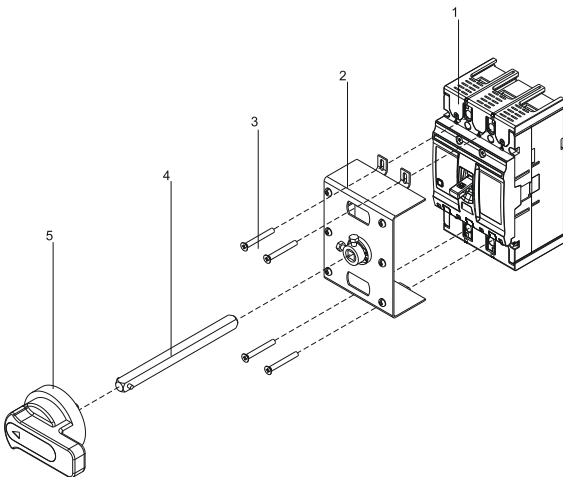

Рисунок 2 – Монтаж привода
5.3 Монтаж привода производится в определенной последовательности (рисунок 2), при этом рукоятка выключателя предварительно устанавливается в среднее положение путем нажатия кнопки «Тест».